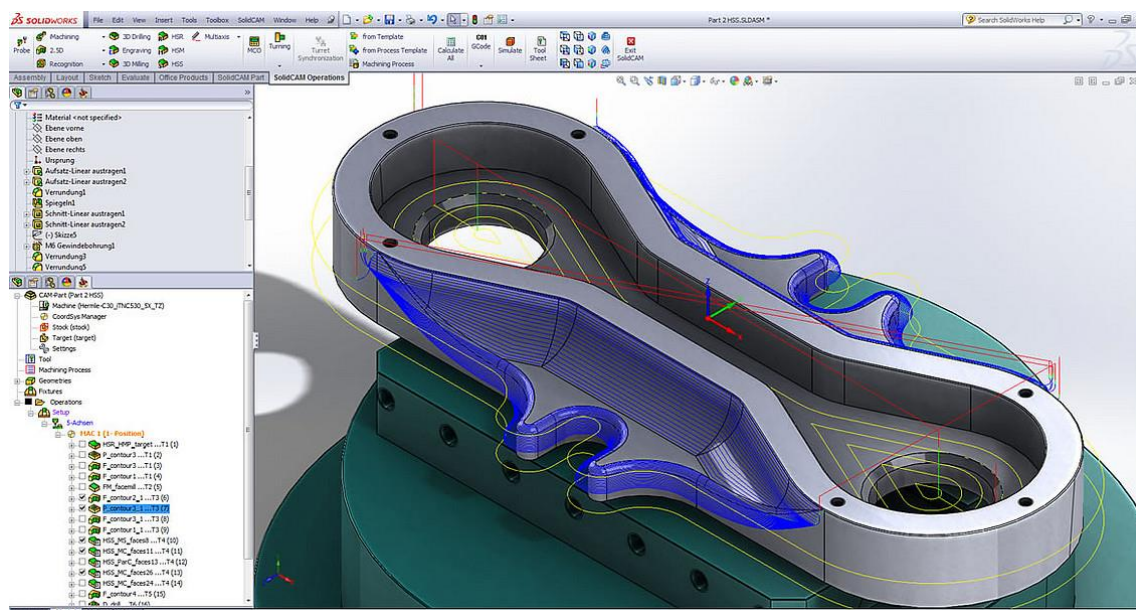

Рисунок 1.6 – Використання САМ технологій
**6. Виробництво та впровадження.** Завершальним етапом є виготовлення компонентів і їх монтаж. CAD-технології інтегруються з САМ (Computer-Aided Manufacturing), що забезпечує автоматизацію виробничих процесів і підвищує точність виготовлення (рис. 1.6).